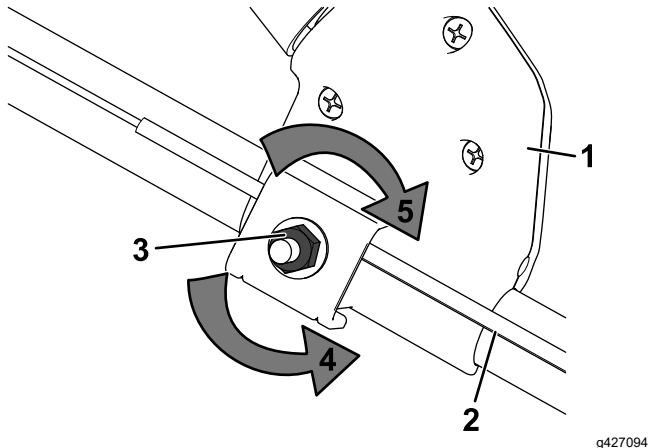

Figure 20
1. Tournez l'écrou de réglage dans le sens antihoraire pour desserrer le réglage du câble (Figure 20).
2. Ajustez la tension du câble (Figure 20) en le tirant en arrière ou en le poussant en avant puis en le maintenant à cette position.